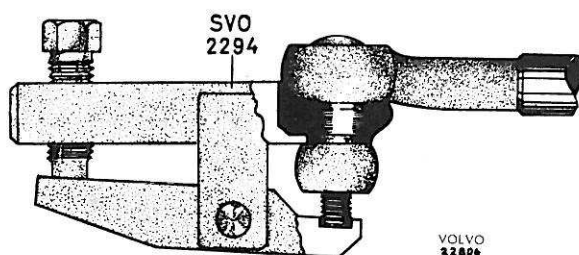
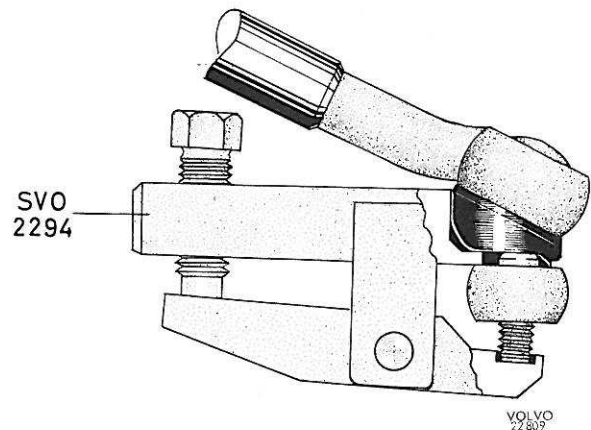

Figure 60. Démontage d'une barre de direction
Figure 61. Démontage d'une barre de direction
Pour le démontage des barres de direction, commencer par enlever les goupilles fendues et les écrous crénelés. Poser ensuite l'extracteur SVO 2294 sur le joint à rotule comme le montre la figure 60. Bien enfoncer l'outil et veiller à ce que le filetage du joint à rotule s'engage dans le re-tranchement de l'outil. Serrer la vis jusqu'à ce que le joint à rotule se détache. Pour le démontage de la barre de direction, les roues étant restées en place, commencer par le démontage du joint à rotule, côté biellette de commande ou côté bras intermédiaire comme décrit ci-avant. Pour cela, on tourne la barre de direction vers l'avant et vers le haut et on pose l'outil sur le joint à rotule comme le montre la figure 61.
Les joints rotule de la barre d'accouplement peuvent être remplacés séparément. Pour le remplacement, commencer par démonter le joint à rotule, côté biellette pendante ou côté bras intermédiaire, comme décrit ci-dessus (figure 60). Desserrer ensuite le contre-écrou ou la vis de serrage et dévisser le joint à rotule. Serrer le joint à rotule neuf d'un même nombre de tours que l'ancien, ce qui permet de faciliter le réglage du pincement. Verrouiller le joint à rotule sur la barre d'accouplement.
3. Visser en arrière la vis de l'extracteur SVO 2294 et poser l'outil comme indiqué sur la figure 60. Bien enfoncer l'outil et veiller à ce que le filetage du joint à rotule s'engage dans l'encastrement de l'outil. Serrer la vis jusqu'à ce que le joint à rotule se détache du bras intermédiaire.